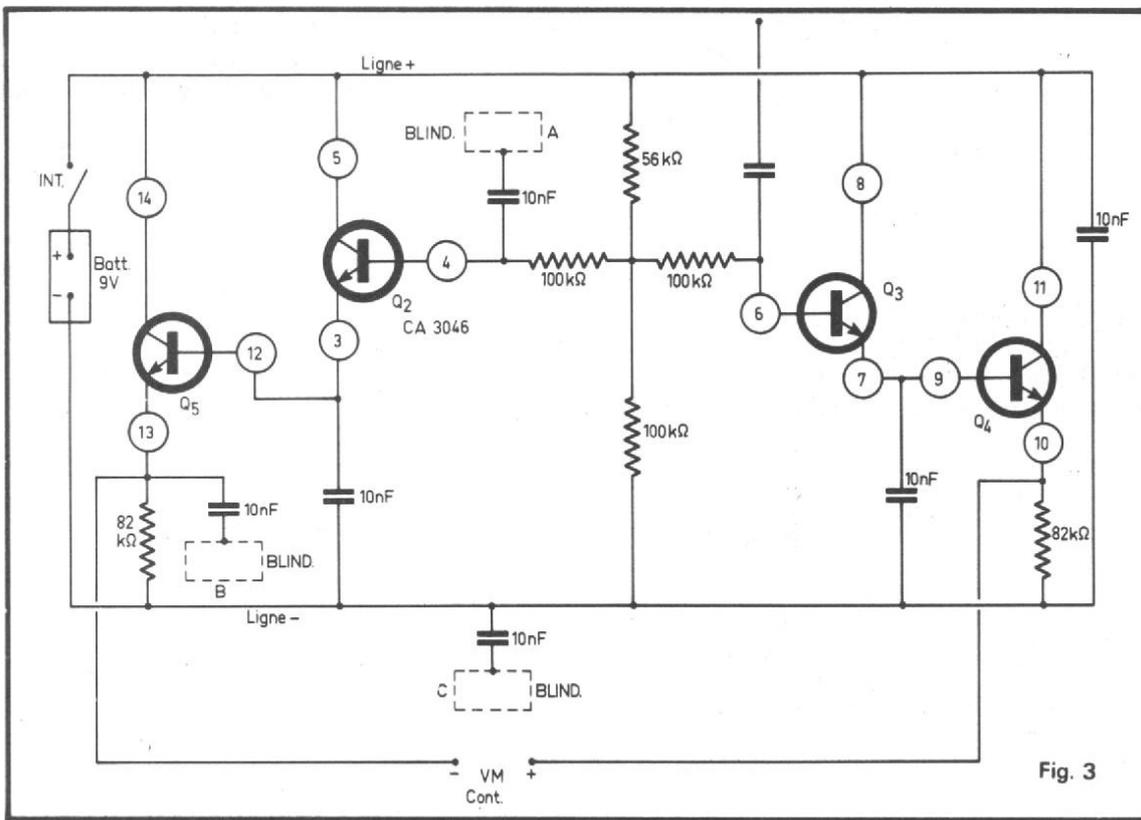

Fig. 3
Son schéma est donné à la figure 3. Cette sonde utilise un circuit intégré RCA type CA 3046 dont le schéma intérieur est donné à la figure 4 (A) et le brochage, à la figure 4 (B). Il contient cinq transistors NPN dont quatre sont utilisés, le transistor Q_1 n'étant pas branché.